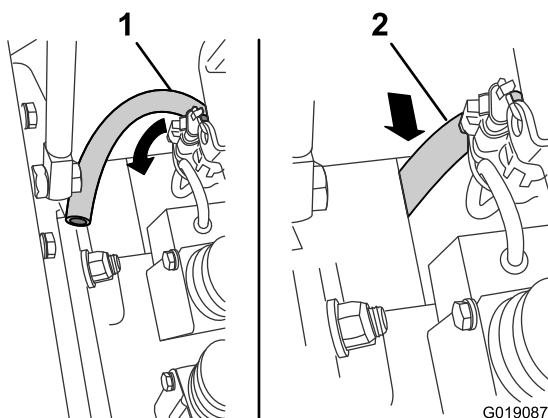

Figure 55
- Essuyez l'extrémité du flexible de vidange, tirez le flexible dans le compartiment moteur et rangez-le à sa place (Figure 55).